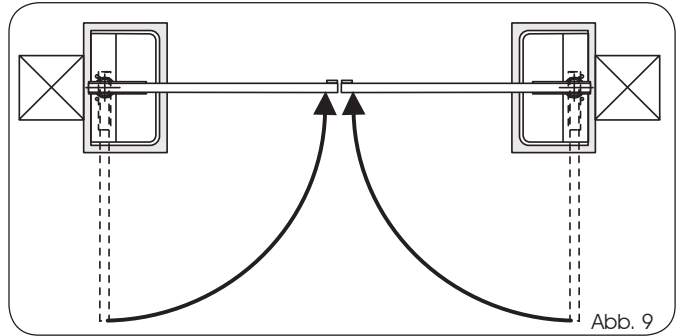

Abb. 9
- 9) Das Tor wieder schließen (Abb. 9).